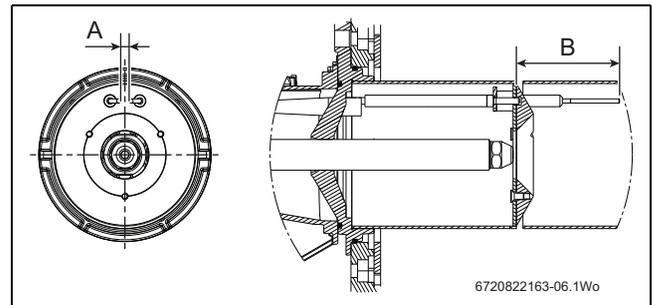

Fig. 77 Réglages de l'électrode
- S'assurer que les électrodes sont dans la bonne position, comme sur la figure 77.